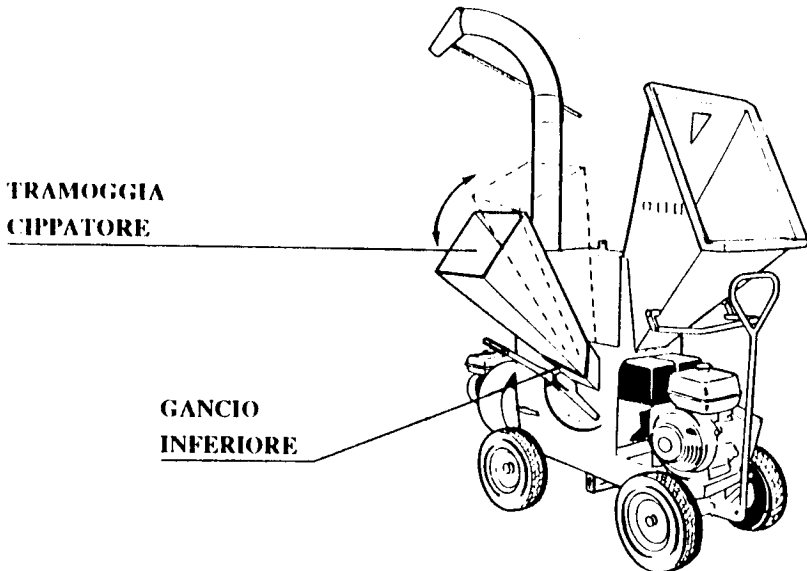

FIG. 5
- 7.4. Regolare la bocca di scarico nella posizione più sicura onde evitare danni a persone (nella versione provvista di aspiratore) (vedi fig. 5).